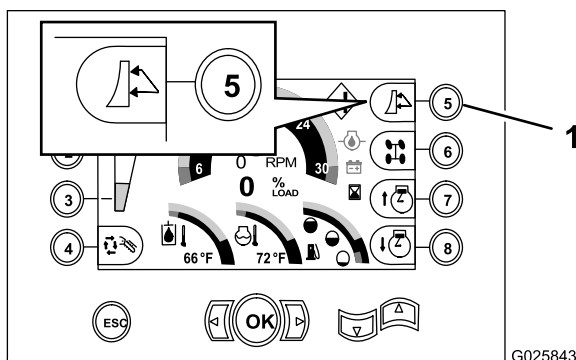

Figura 54
1. Convertite la macchina alla funzione lama livellatrice premendo il pulsante 5 sul centro di comando fino a quando non compare l'icona della lama livellatrice (Figura 54).